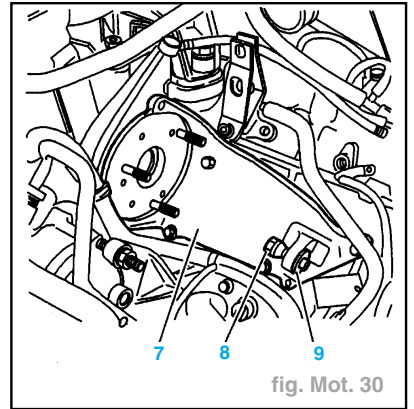

fig. Mot. 30
- S'assurer de la présence de la vis (8) et de la rondelle (9) sur le support de pompe d'injection (7) (fig. Mot. 30).